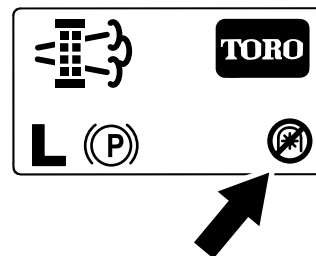

Figura 43
**Notă:** Ecranul de pornire afiează pictograma pentru priză de putere dezactivată (Figura 43).
**Notă:** Ecranul de pornire afiează pictograma pentru priză de putere dezactivată; consultai Figura 43 în Mesaje privind regenerarea în stare de parcare \(Pagină 40\).